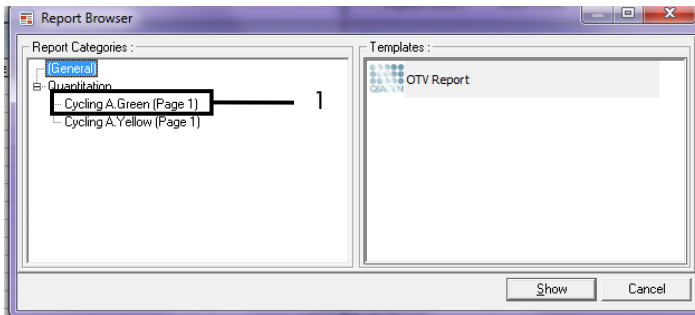

Figure 37. Explorateur de rapports (1 = « Cycling A. Green [Page 1] »).
9. Dans l'explorateur de rapports, cliquer sur Cycling A Green (page 1) sous « Report Categories » (Catégories de rapports) (figure 37).